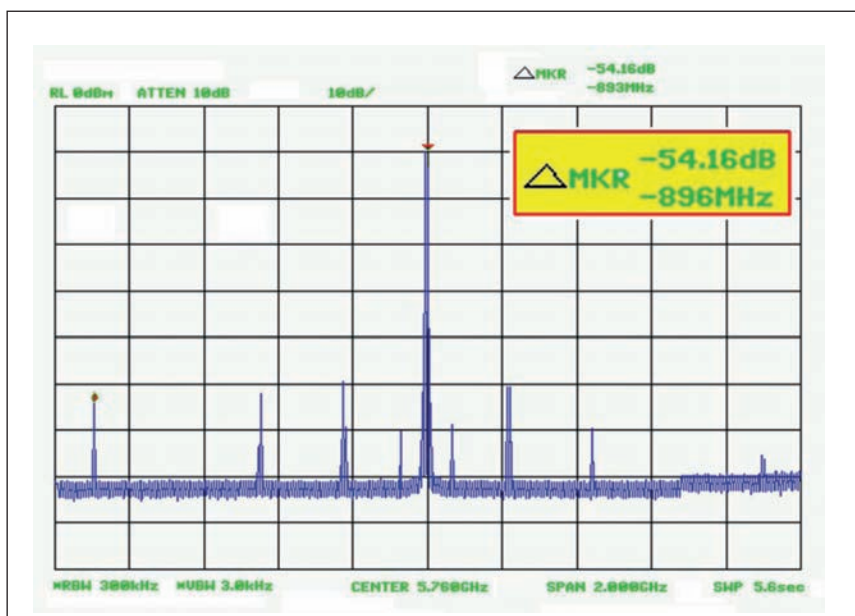

Fig. 10
Le caratteristiche principali misurate sui primi tre esemplari costruiti sono riportate in Tab 1. I dati si riferiscono a misure con 10V di tensione d'alimentazione. La stabilità in frequenza a breve termine è stata rilevata dopo *warm-up* di 15 minuti, nell'intervallo di 30', vincolando la barra di rame del *transverter* ad un dissipatore in alluminio da 600cm² di superficie in aria libera ed alla temperatura ambiente di 23°C. Ad eccezione della stabilità in frequenza, le altre caratteristiche, incluso il guadagno, la sensibilità e la potenza d'uscita sono indipendenti dalla tensione d'alimentazione. La Cifra di Rumore (NF) è costante essendo la larghezza di banda RF/IF del *transverter* molto più larga del segmento cui siamo interessati. In Fig.10 è dato lo spettro del se-